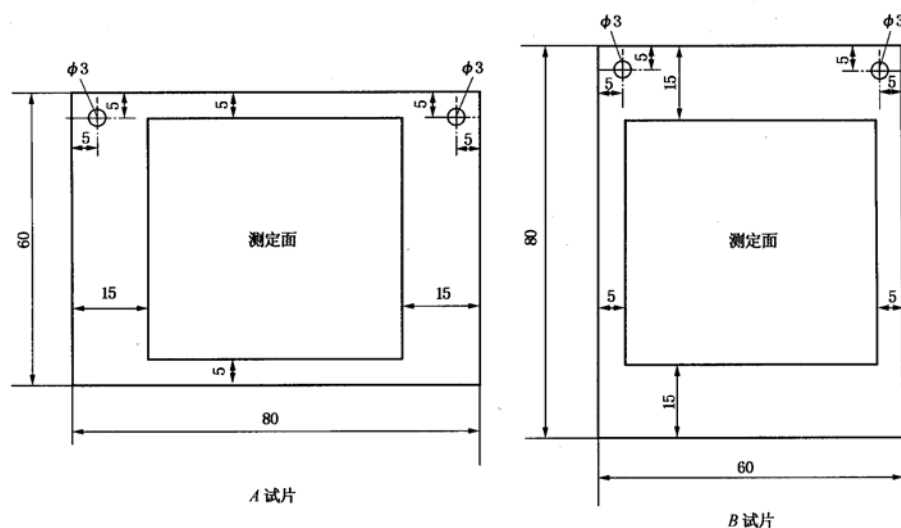

图1 试片
- c. 吊孔：在图 1 所示的地方钻两个直径为 3mm 的小孔。